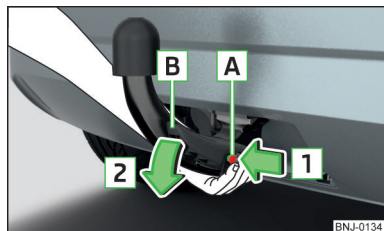

Fig. 160
- > Tag fat i kuglehovedstangen **nedefra** » Fig. 160.